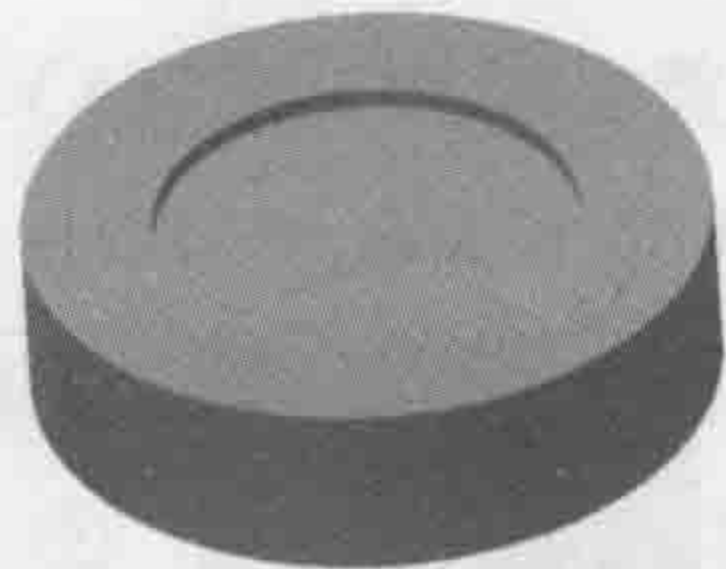
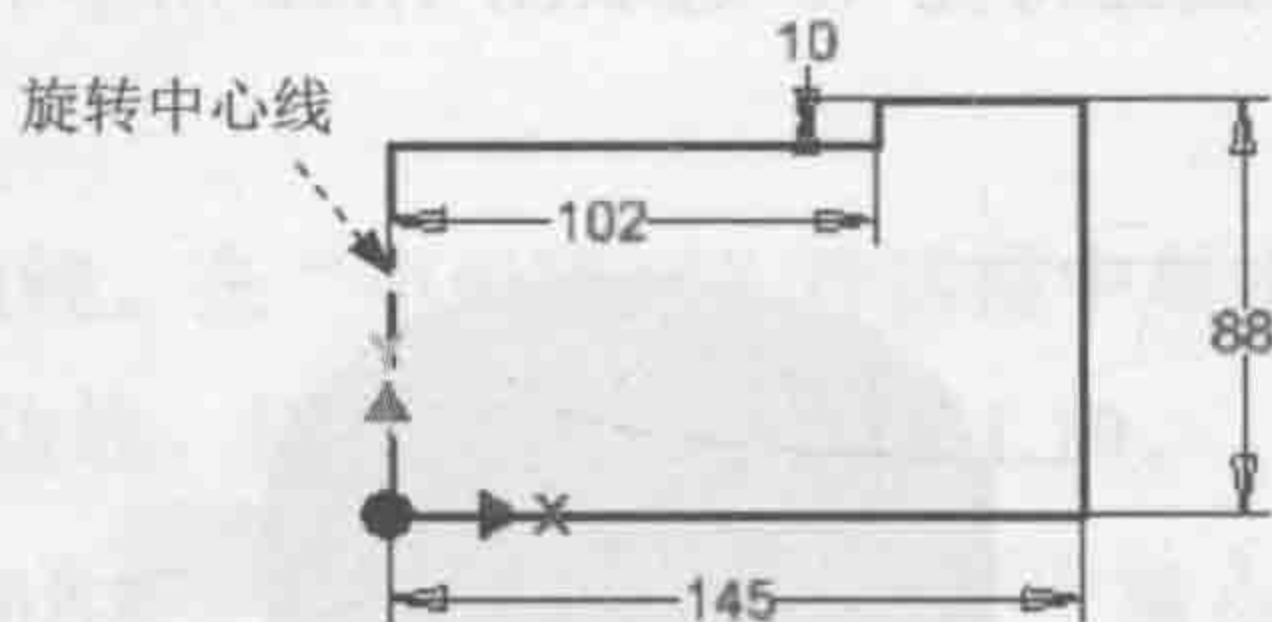
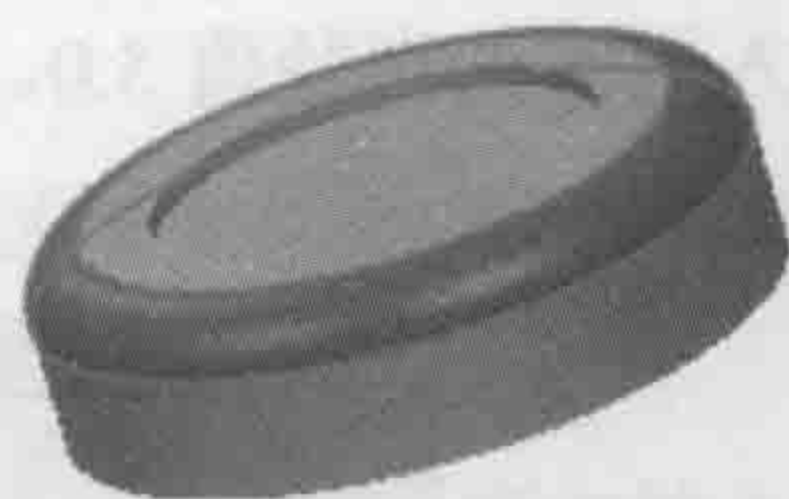

图 1.2 旋转特征 1
图 1.3 截面草图
图 1.4 倒圆特征 1
Step2. 创建图 1.2 所示的旋转特征 1。
(1) 选择命令。在 **创建** 区域中单击 按钮，系统弹出“创建旋转”对话框。
(2) 定义特征的截面草图。单击“创建旋转”对话框中的 **创建二维草图** 按钮，选取 XY 平面为草图平面，进入草绘环境，绘制图 1.3 所示的截面草图。
(3) 定义旋转属性。单击 **草图** 选项卡 **返回到三维** 区域中的 按钮，然后在“旋转”对话框 **范围** 区域的下拉列表中选中 **全部** 选项。
(4) 单击“旋转”对话框中的 **确定** 按钮，完成旋转特征 1 的创建。
Step3. 创建图 1.4 所示的倒圆特征 1。选取图 1.5 所示的模型边线为倒圆的对象，输入倒圆角半径值 30.0。